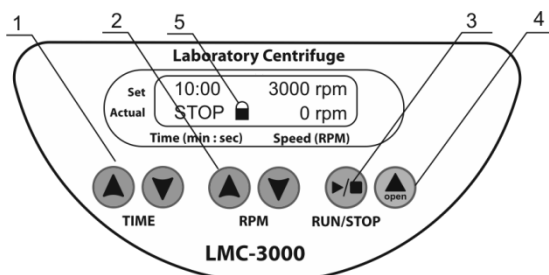

Fig.3 Pannello di controllo
- 4.4. Chiudere attentamente e con cautela il coperchio finché non si avverte un click. Il simbolo e l'indicazione di STOP  compariranno nella riga in basso del display (fig.3/5)
- 4.5. Utilizzando i tasti ▲ e ▼ **TIME** (fig. 3/1), impostare l'intervallo di tempo richiesto (0-90 min, incremento di 1 min).
- 4.6. Utilizzando i tasti ▲ e ▼ **RPM** (fig. 3/2), impostare la velocità desiderata (100-3000 rpm, incremento di 100 rpm). È possibile regolare la velocità anche quando l'unità è in funzione.
- 4.7. Premere il tasto **RUN/STOP** (fig. 3/3) per avviare la centrifugazione. La velocità effettiva e il simbolo RUN lampeggiante vengono visualizzati nella riga in basso. Il timer nella riga in alto inizia il conto alla rovescia quando viene raggiunta la velocità impostata (simbolo RUN fisso).
- 4.8. La centrifugazione si interrompe automaticamente allo scadere del tempo impostato e sul display viene visualizzata l'indicazione lampeggiante STOP. Viene emesso un segnale acustico quando il rotore è completamente fermo (premere il tasto **RUN/STOP** (fig.3/3) per interrompere il segnale).
- 4.10. Premere il tasto **Open** (fig.3/4) e aprire il coperchio sollevandolo verso l'alto con una mano (è possibile aprire il coperchio solo a rotore completamente fermo). Sul display compare OPEN.